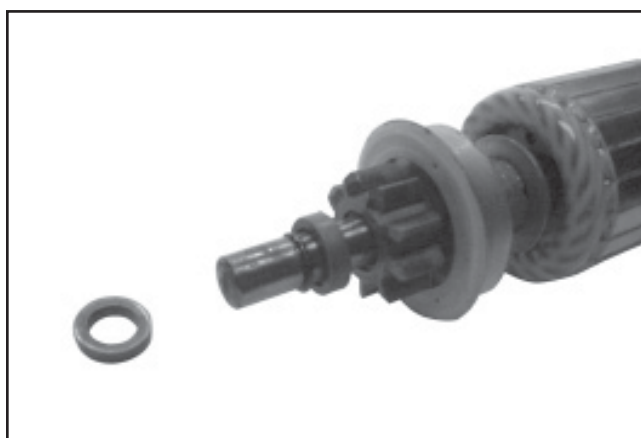

Figure 8-61. Composants d'arrêt et d'entraînement du démarreur.
9. Le collier d'arrêt est maintenu en place par une pince sur la coupelle du bas vers le haut. La coupelle est positionnée dans un évidement de l'arbre de l'armature. Pour accéder à la coupelle, le collier d'arrêt doit être enfoncé **en arrière** ou **vers le bas** vers le pignon d'entraînement. Voir la figure 8-61.